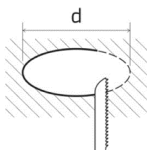

Рисунок 3.
- 5.3. Подготовьте отверстие в поверхности, диаметр отверстия рекомендуется выбирать из таблицы 1 (см. рисунок 3).